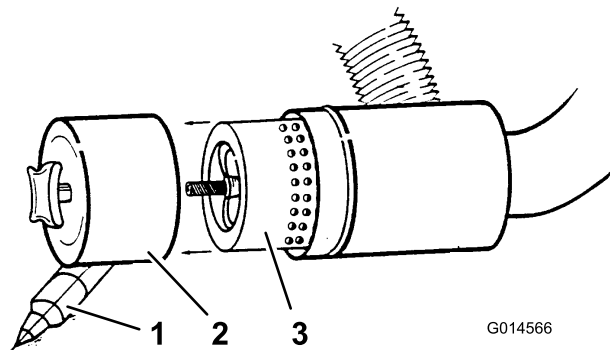

Bild 35
3. Nehmen Sie den Filter heraus und wechseln Sie ihn (Bild 35).